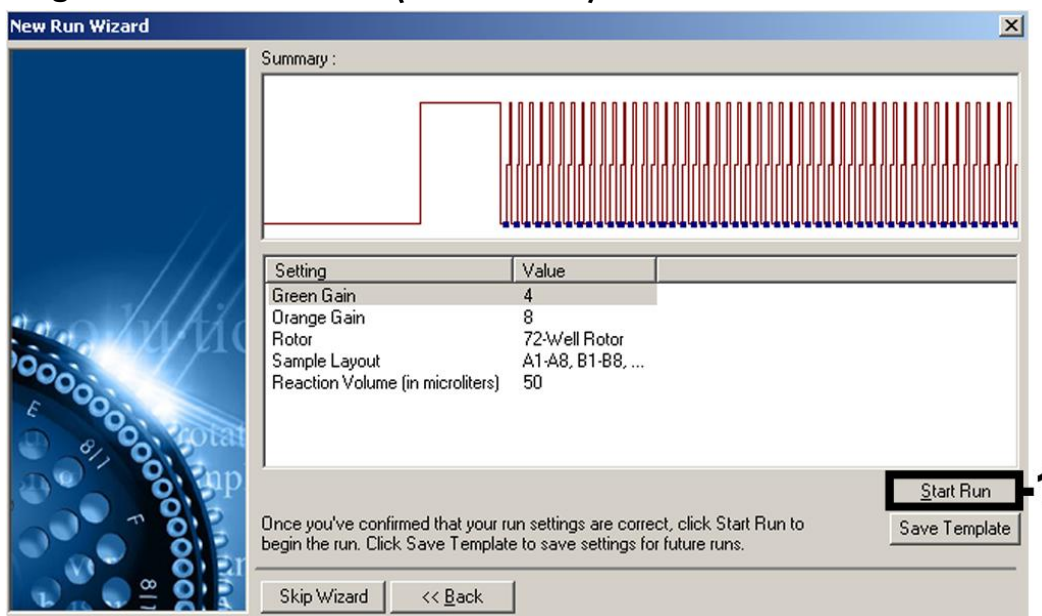

Figura 7. Inicio de la serie.
Inicio de la serie	Figura 7
10. Los valores de ganancia determinados por la calibración de los canales se guardan automáticamente y se muestran en la última ventana de menú del procedimiento de programación (figura 7). Haga clic en "Start Run" (Iniciar serie).